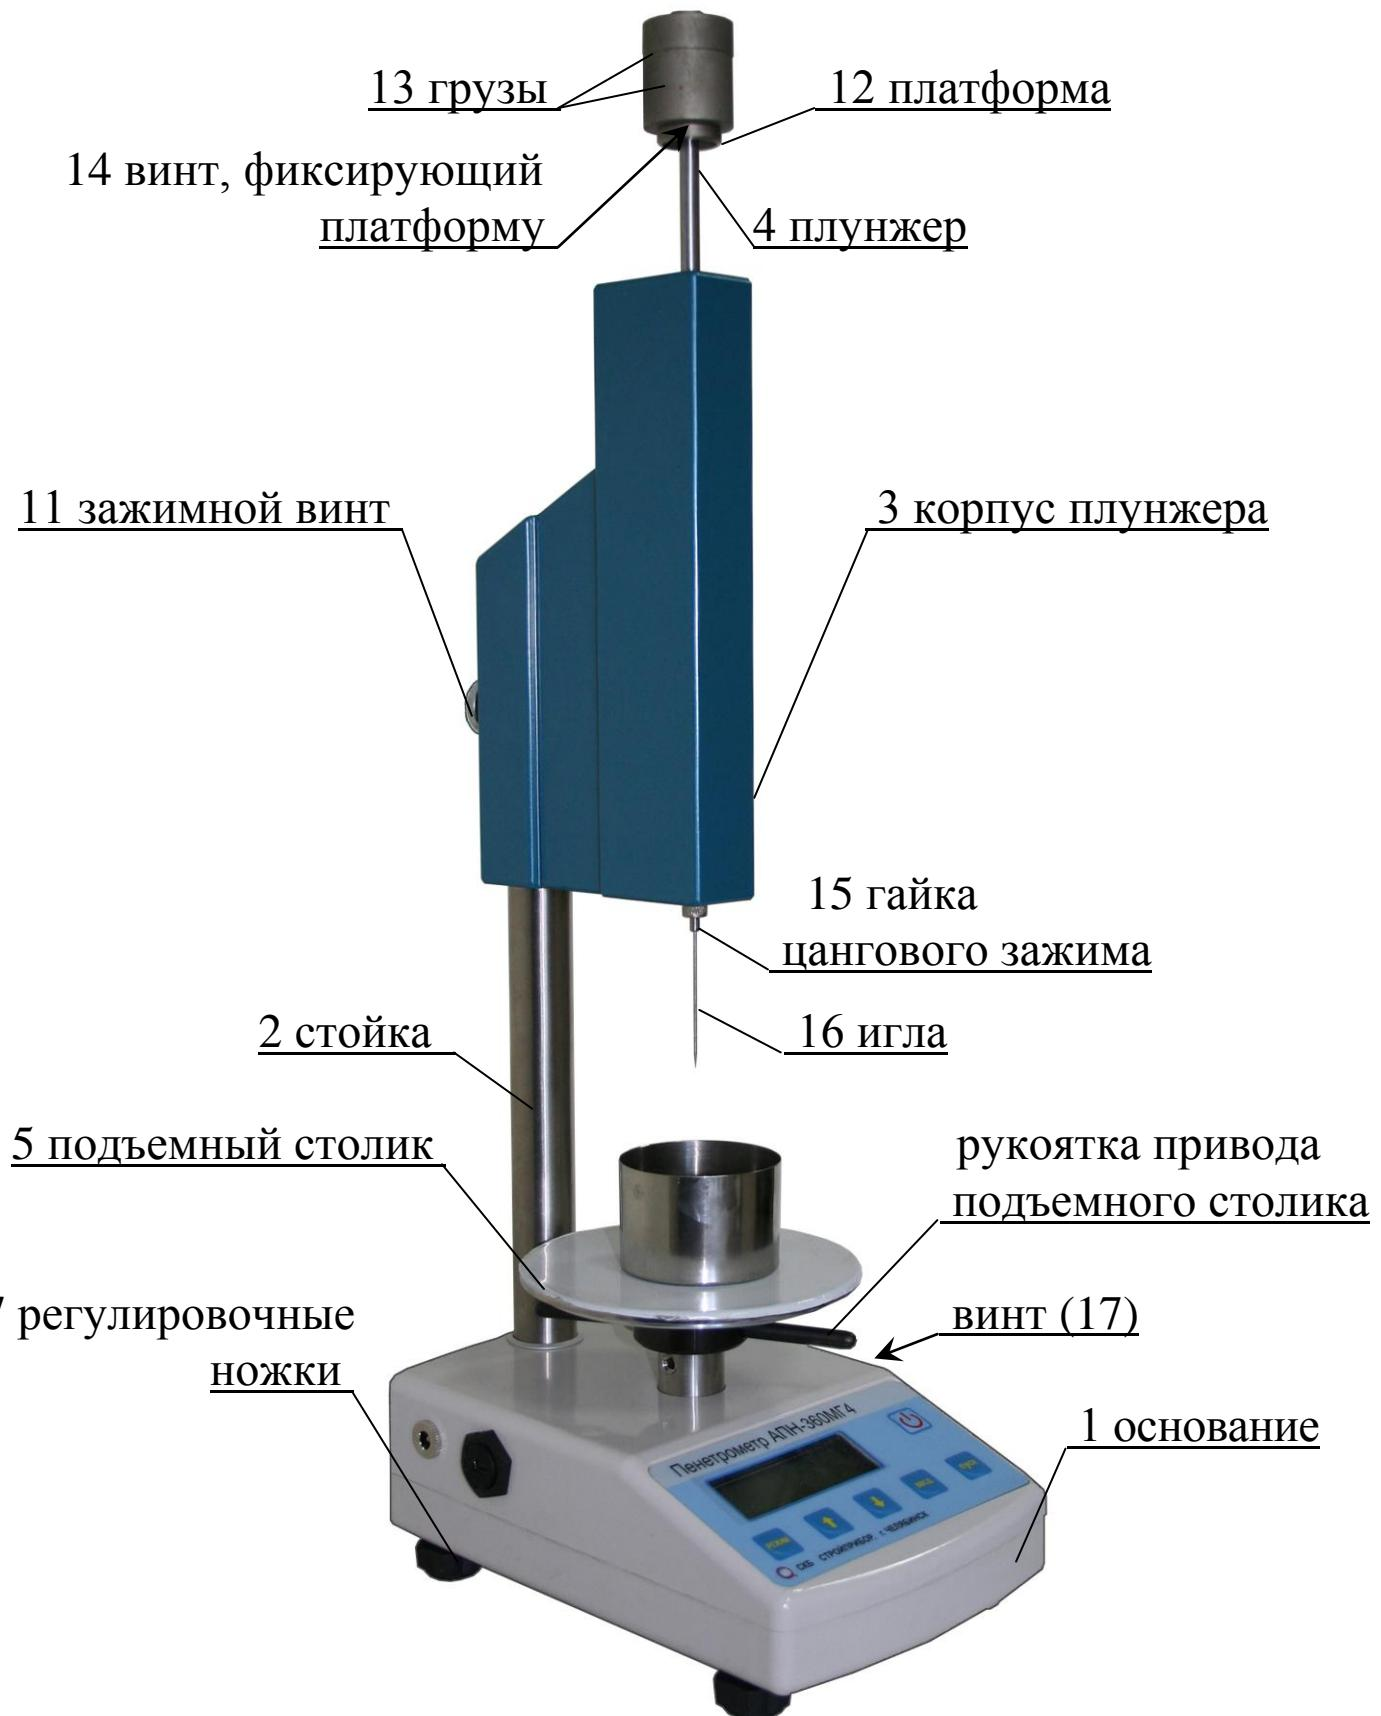

Рисунок 1 - Общий вид прибора АПН-360МГ4
1.4.1.7 На лицевой панели основания размещена (рис. 1) шильд-клавиатура с кнопками управления: **РЕЖИМ**, **ВВОД**, \uparrow , \downarrow , Вкл (\odot), **ПУСК**.
2.2.2 Шестигранным ключом на 3 мм (поставляется в комплекте с прибором) ослабить винт (17), расположенный на правой боковине основания (1) (см. рис. 1), повернуть корпус плунжера (3) вправо и ослабить гайку цангового зажима (15). Вставить иглу в цанговый зажим до упора и затянуть гайку (15), закрепив иглу в плунжере.